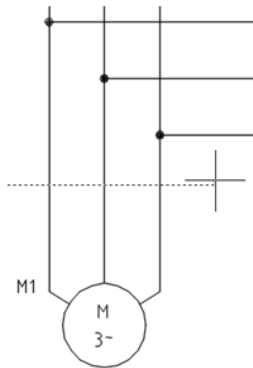

Рисунок 3.6 - Побудова горизонтального відрізка
27. Побудуйте горизонтальний відрізок, використовуючи режим **Орто (F8)**, як показано на рис. 3.6.